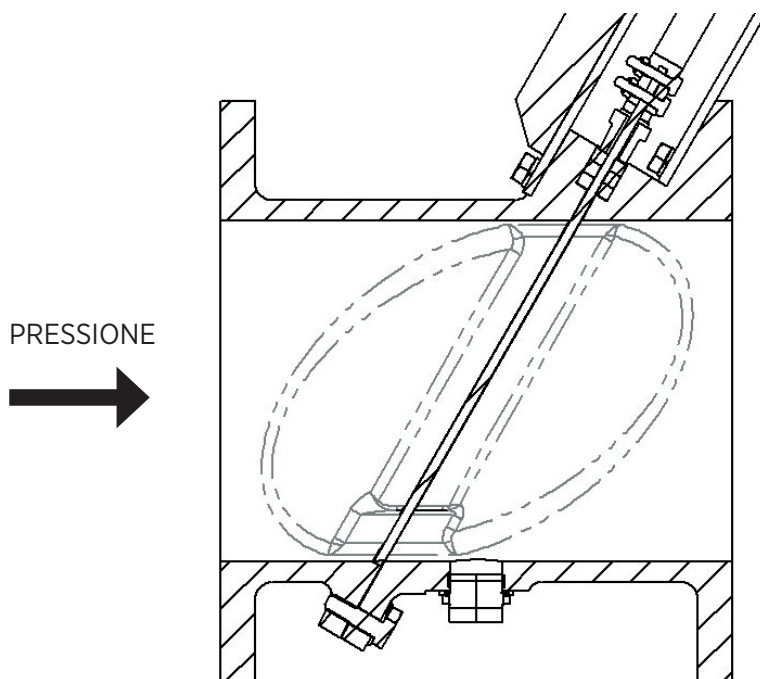
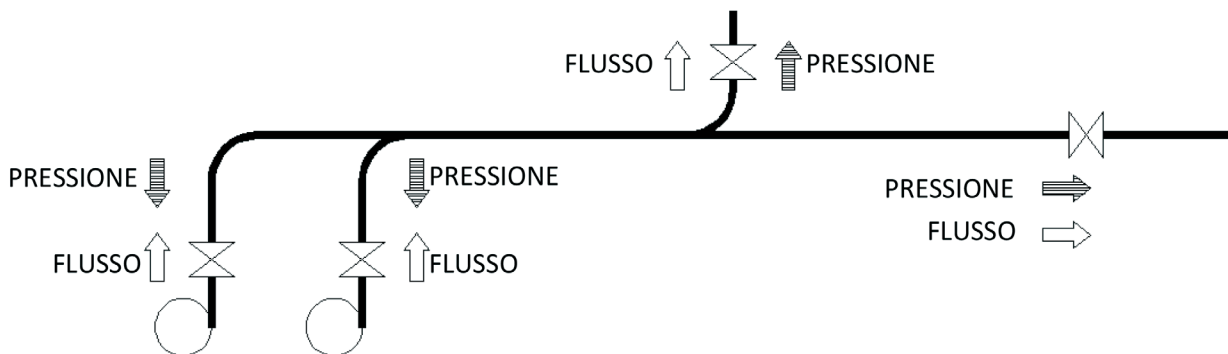

Fig. 1
Fig. 2
- La valvola **VI** è unidirezionale, perciò è molto importante che sia installata nella linea nella posizione corretta (fig. 1).
La valvola **VI** è unidirezionale, perciò è molto importante che sia installata nella linea nella posizione corretta (fig. 1). Si noti che la direzione del fluido e della pressione non sempre coincidono (fig. 2).